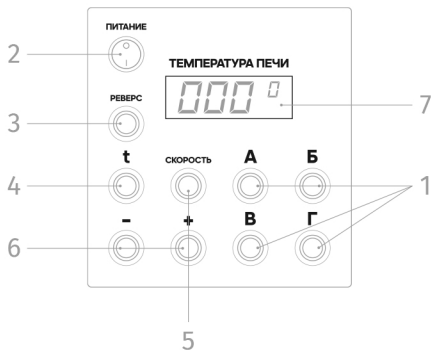

Рисунок 3.
1. Нажмите и удерживайте одновременно кнопки «->» и «+>» (рисунок 3, поз. 6) в течение примерно, 5 секунд.
2. После появления соответствующей надписи кратко нажмите кнопку «В» (рисунок 3, поз. 1).